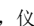

图 12-2 屏幕快照列表图例
在任一模式下，用户可短按  键直接进入截图列表进行截图浏览，如图 12-2 所示。
- ★ 短按  键，仪器显示  图标和截图列表（参见图 12-2）。
在屏幕显示截图列表中（如图 12-2 图例所示）。